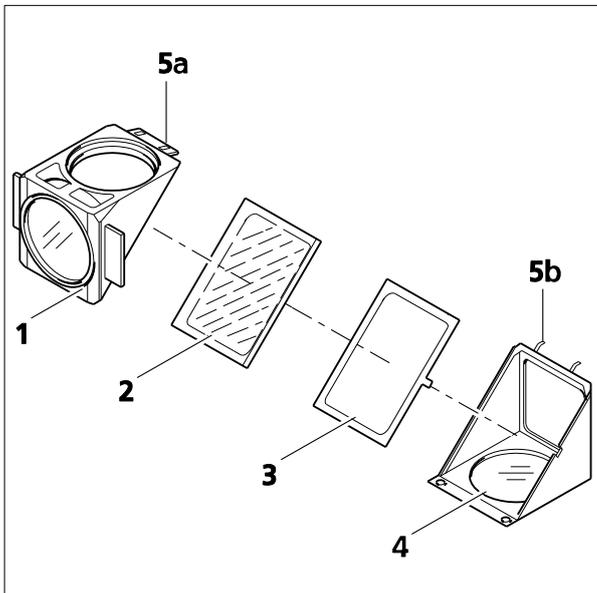

图 3-38 更换分光镜
- 向上倾斜上半部模块（图 3-38/1），然后将其从下半部模块的保持架元件（图 3-38/5b）中取出。
- 从下半部模块取出分光镜（图 3-38/2）和弹簧安装架（图 3-38/3）。
- 取下旧分光镜，将新分光镜的反射面朝下放置在弹簧安装架（图 3-38/4）上，并将两个部件一起放入下半部模块。请确保横向弹簧安装架凸耳位于下半部模块的相应凹槽中。
- 将上半部模块（图 3-38/1）放在下半部模块（图 3-38/4）上，让保持架元件（图 3-38/5b）嵌入孔眼（图 3-38/5a）。同时握住两个部分，将其重新转回安装位置。